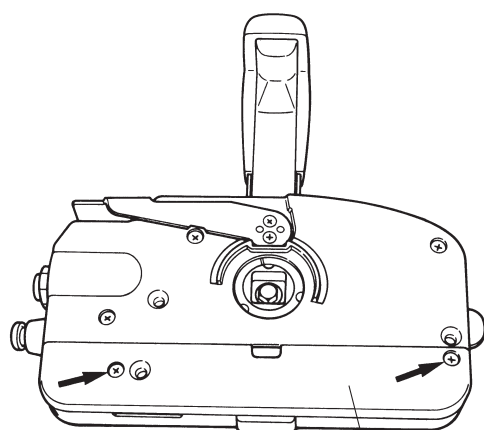

Fig.11
(1) バックパネルのスクリュ 2 個を緩めバックパネルを取外します。(Fig.11)
(1) Unscrew two screws from the rear panel, then detach the rear panel. (Fig.11)